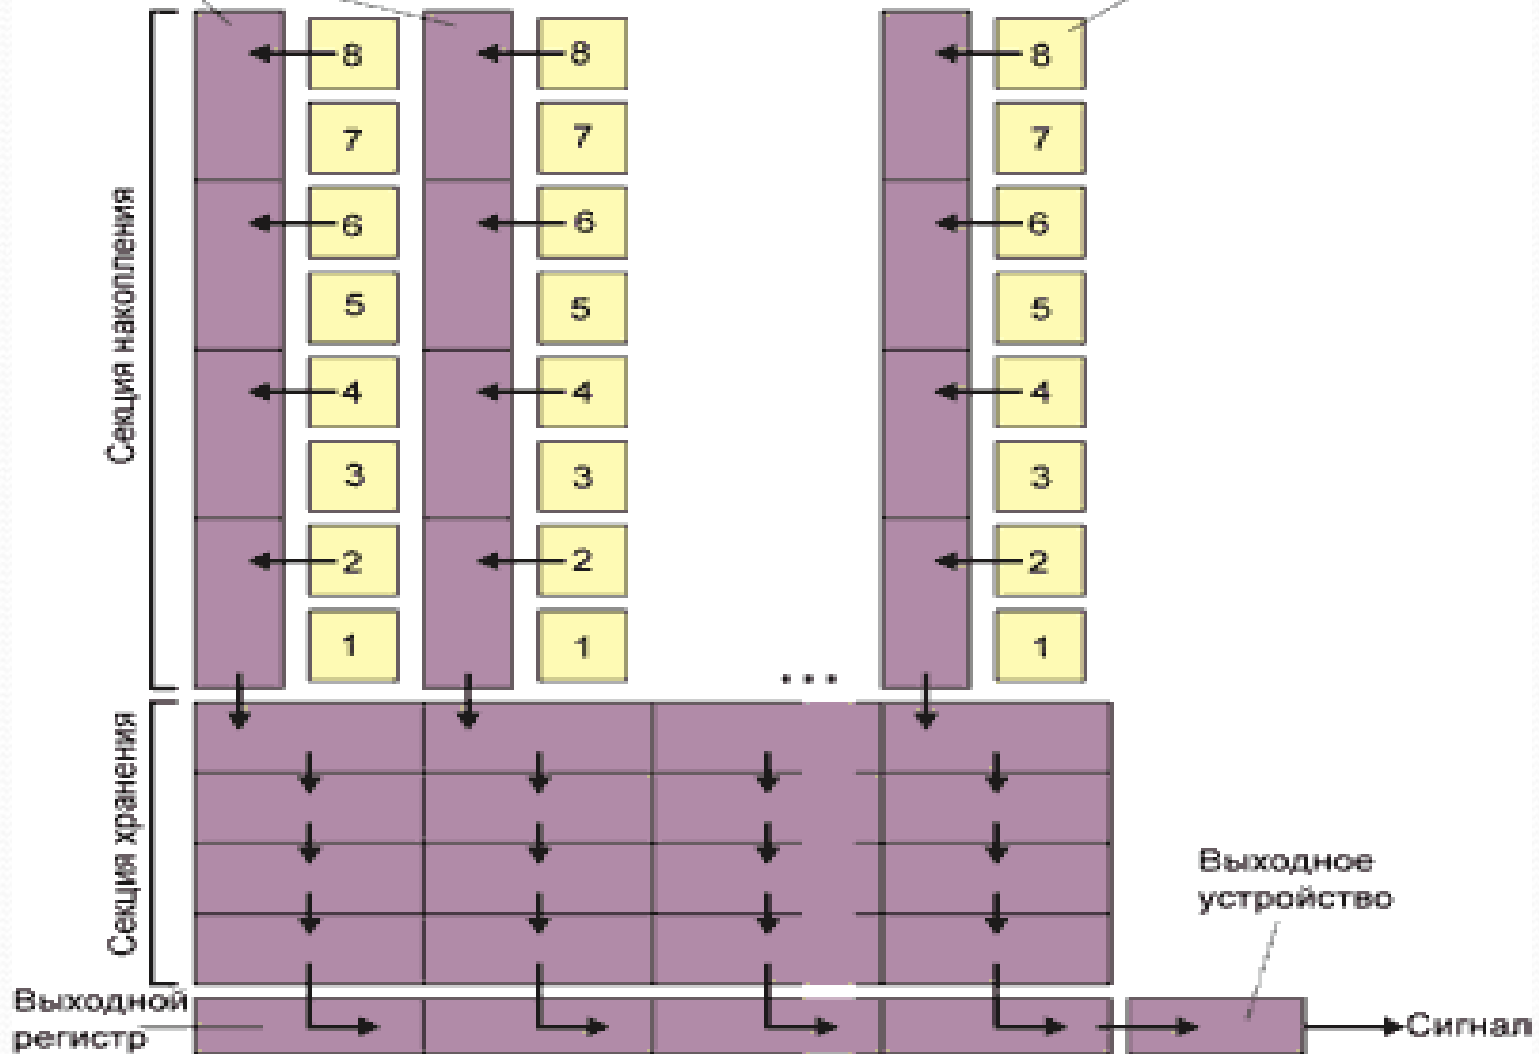

Рис. 5. ПЗС со строчно-кадровым переносом, FIT CCD
- Преобразователь изображения на ПЗС - это прибор, осуществляющий пространственную дискретизацию изображения. Для исключения интермодуляционных искажений или элайзинга (наложения спектров при дискретизации), в соответствии с теоремой Котельникова, спектр передаваемых пространственных частот перед дискретизацией должен быть ограничен на частоте, равной половине частоты дискретизации. Этой цели служит фильтр нижних пространственных частот (ФНПЧ), установленный перед светоделительной призмой. В видеокамерах, применяемых в ТВ-вещании, обычно используют самые высококачественные и дорогостоящие ПЗС со строчным (IT CCD) или строчно-кадровым переносом (FIT CCD). На рис. 5 представлен ПЗС со строчно-кадровым переносом.